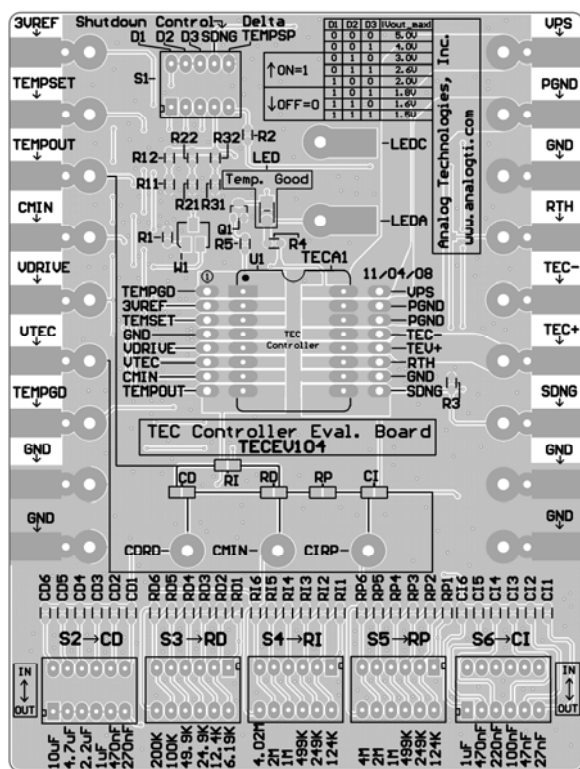
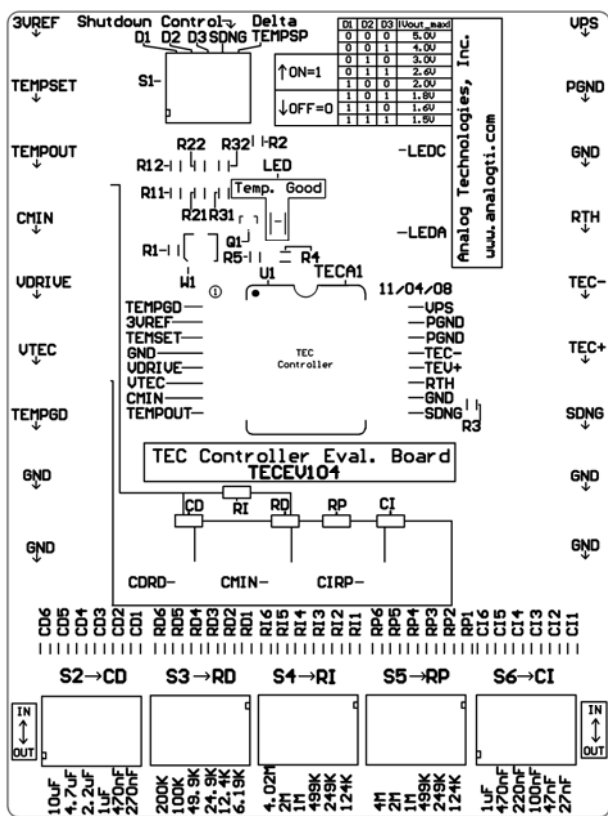

图 2. 顶部印刷图层及其他顶部层次
图 3. 顶部图层
评估板印刷图层如图 2 所示，此图还包含其它顶部层，包括顶部丝印，顶部覆铜，顶部阻焊和多层(孔)。图 3 只显示了顶部印刷层，不包含底层图像。
5. 调试好后，可从电容选择开关中读出 C_D 和 C_1 的容值。而 R_1 、 R_d 、 R_p 的阻值则可用与电阻测试点连接的欧姆表来测量。正如图 3 所示，测量 TEMPOUT 和 CMIN 之间的测试点，可读出 R_1 的值，测量 CMIN 和 CDRD 之间的测试点可读出 R_D 的值，而 R_p 的值则可通过测量 CMIN 和 CIRP 之间的测试点来得出。